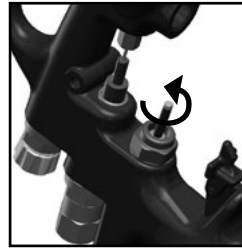

Bild 27
2. Schrauben Sie das Luftventil mit einem Schraubenschlüssel (14 mm) heraus. (Siehe Bild 27)